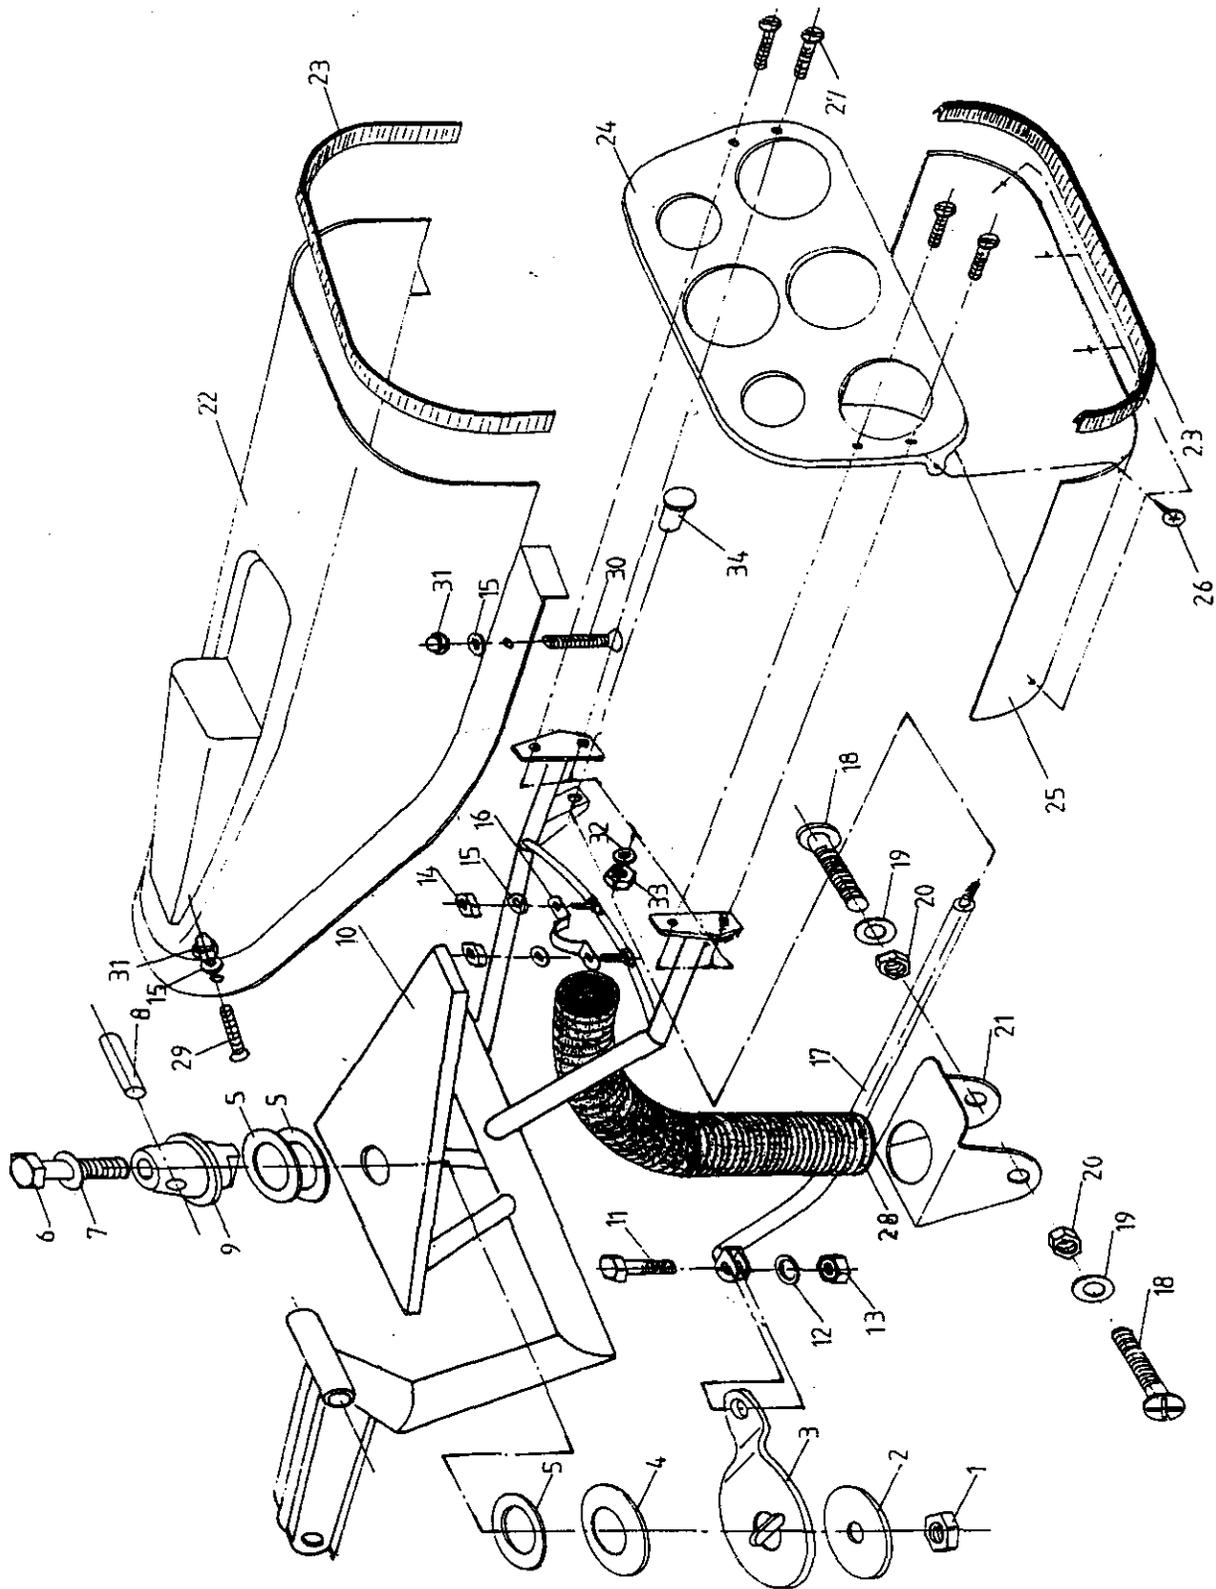

Figure 48
- Figure 48 : Nouveaux tableau de bord et éjection verrière